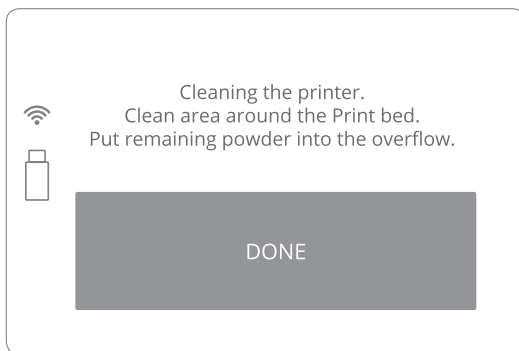

Bild 42. Reinigen Sie das DRUCKBETT-Bildschirm 4.
- Reinigen Sie das restliche ungesinterte Pulver gründlich aus der Umgebung. Das restliche Pulver sollte durch den Spalt in die ÜBERSCHUSS-KAMMER gefüllt werden. Bestätigen Sie mit der DONE-Taste (Bild 42).